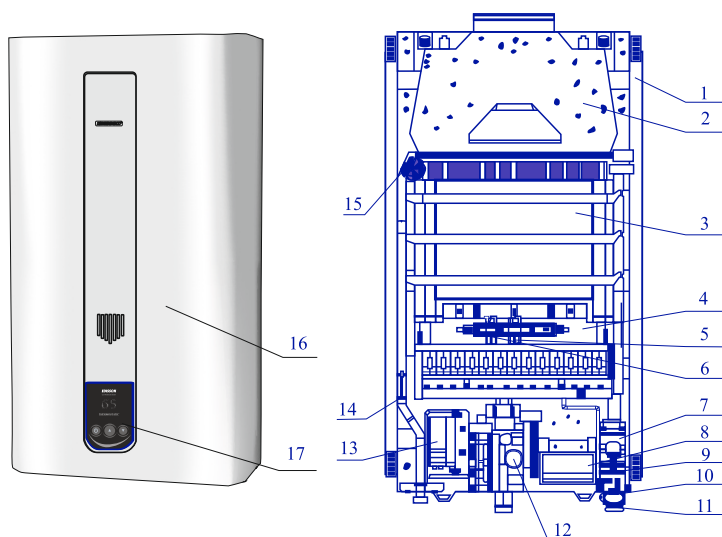

Рис. 3.
2.5.10. Устройство ГПВН с модуляцией пламени (автоматическом поддержании заданной температуры (Рис. 3,4)